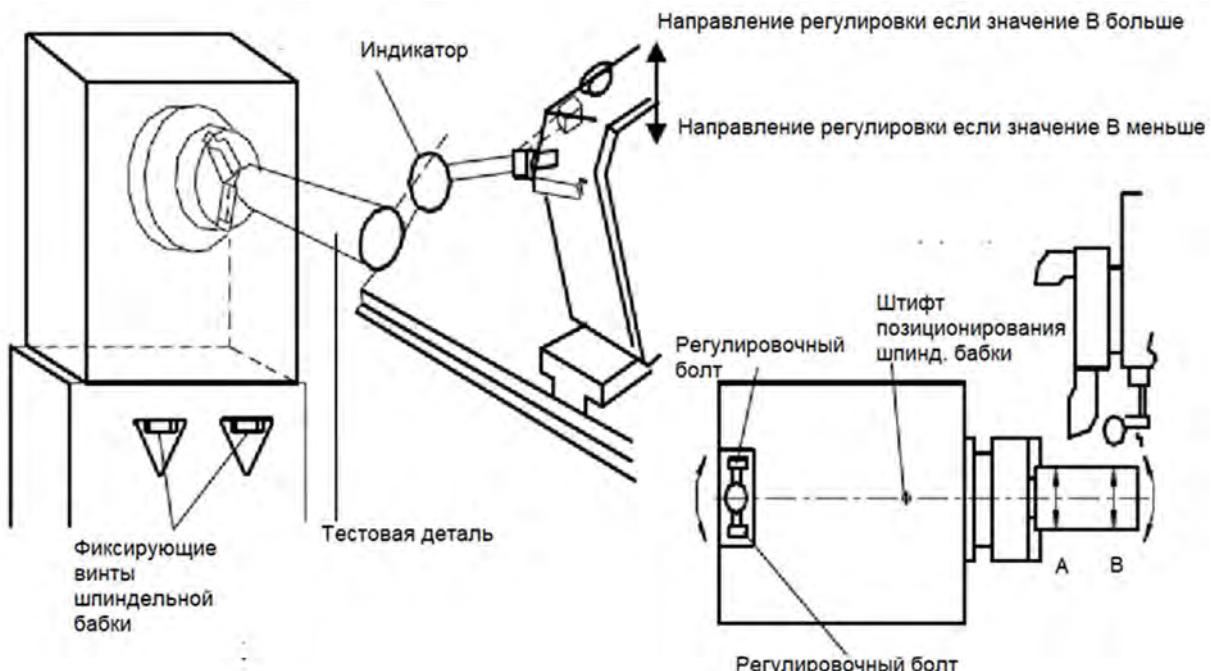

Рис. 19. Схема регулировки точности положения шпинделя
- ① Зажмите круглый пруток (тестовая деталь) длиной 200 мм, диаметром 80 мм в патроне.
- ② Проточите тестовую деталь.
- ③ Измерьте конусность обработанной тестовой детали индикатором (точки А и В на рис. 19).
- ④ Установите индикатор на позицию В тестовой детали и обнулите.
- ⑤ Ослабьте 5 стопорных фиксирующих винтов на передней бабке.
- ⑥ Отрегулируйте осевую линию шпинделя с помощью регулировочных болтов, установленных с двух сторон регулировочного блока на заднем конце шпинделя. При регулировке сначала ослабьте болт с одной стороны, а затем поверните болт с другой стороны, чтобы передняя бабка двигалась. Если измеренный размер на В тестовой детали больше, переместите переднюю бабку ближе к контакту индикатора. Если измеренный размер на В испытуемого образца меньше, переместите переднюю бабку, чтобы шпиндель находился дальше от контакта индикатора. Необходимо аккуратно делать регулирование по показаниям индикатора .
- ⑦ После регулировки осевой линии шпинделя затяните стопорные винты, установленные на передней бабке, затем затяните два регулировочных болта, при этом необходимо тщательно затянуть стопорные болты, наблюдая за индикатором, поскольку осевая линия шпинделя может измениться во время затяжки стопорных болтов.
- ⑧ После завершающих этапов, упомянутых выше, проводят точение цилиндра, и его конусность должна быть в пределах заданных припусков, если она превышает этот припуск, повторяют этапы ③ - ⑧ до тех пор, пока она не станет удовлетворительной.